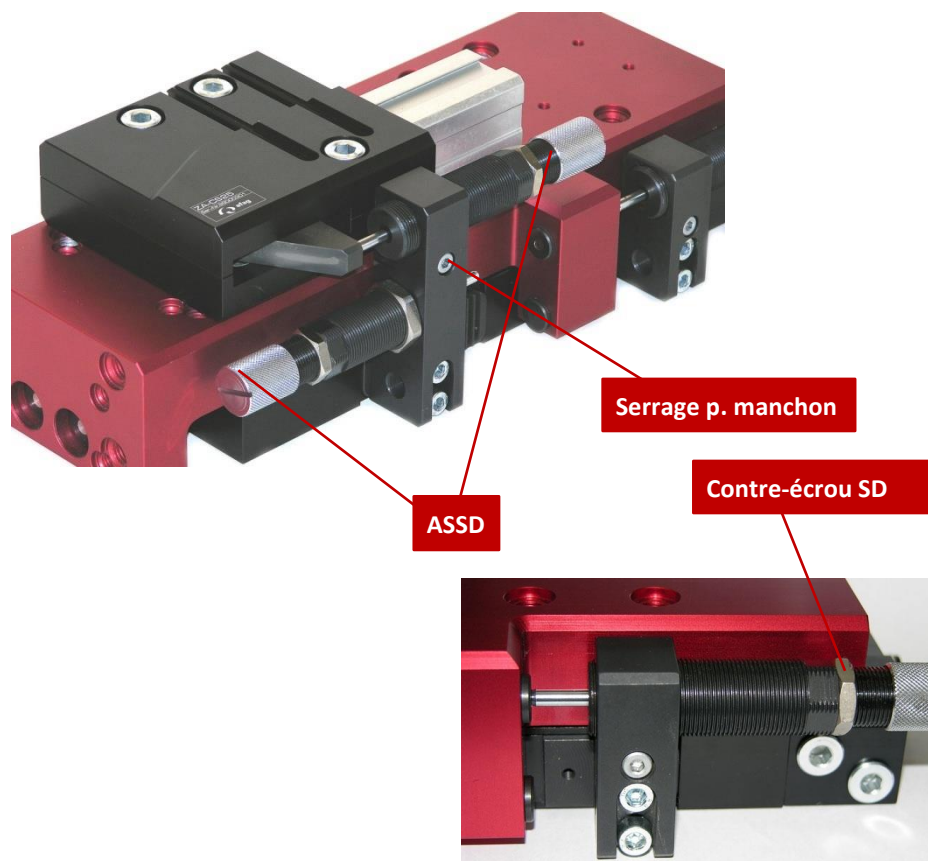

Fig. 20 Réglage fin vis de butée
1. Desserrez légèrement la vis ou l'écrou de serrage (Fig. 20).
3. Resserrez la vis ou l'écrou de serrage (Fig. 20).